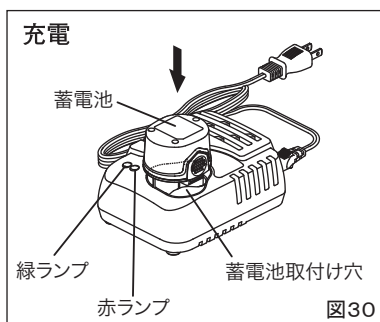

図30
- ③ 充電器の蓄電池取付穴に蓄電池を取付けます。しっかり奥まで差し込んでください。(図30) 赤ランプが点灯し充電が始まります。約30分で緑ランプが速く点滅します。(80%充電完了) 緑ランプが点灯すると100%充電完了です。充電時間は約60分です。(図30)